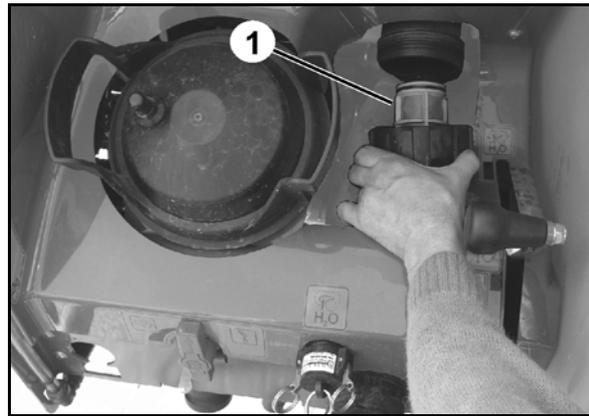

Fig. 149
2. Druckfilter (Fig. 149/1) entnehmen und mit Wasser reinigen.